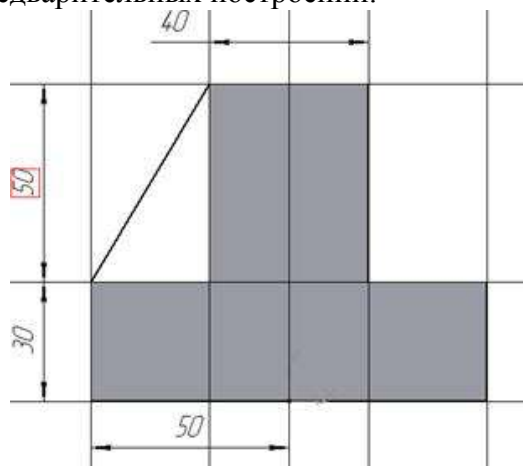

Рис.26 Построение эскиза ребра жесткости
4. Для построения ребер жесткости на фронтальной плоскости проекций построим эскиз (рис.26), для которого предварительно сделаем вспомогательными прямыми разметку. Эскиз обязательно следует вычерчивать отрезком (тип линии – основная), вспомогательные прямые служат только для предварительных построений.